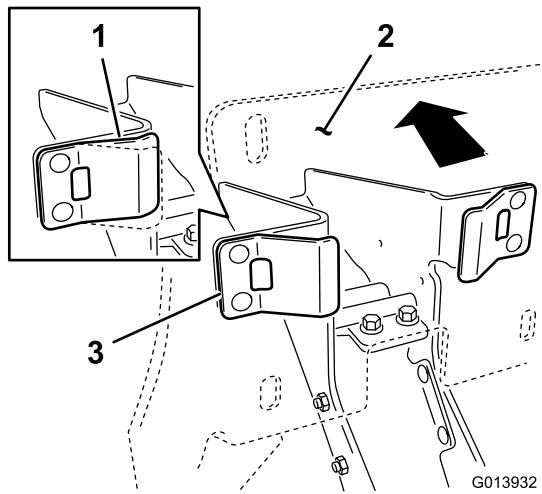

图 19
4. 确保塑料挡块与弹簧凸耳接触对托架的背板总成施加足够的压力以将弹簧凸耳压缩到中间图 19。